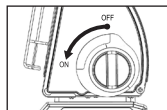

Bild 2
2. Se till att vredet är i "OFF"-läge innan du använder enheten, annars kan gaspatronen inte monteras [Bild 2].